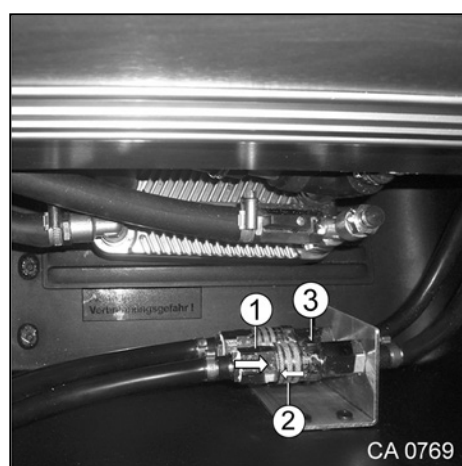

Fig. 144 Raccords du tapis chauffant du plancher en cabine
1. Tirer la bague (Fig. 144/2) en arrière tout en poussant le tuyau flexible (Fig. 144/1) fermement dans le raccord (Fig. 144/3).
2. Lâcher la bague (Fig. 144/2).
1. Pousser le flexible (Fig. 144/1) contre le raccord (Fig. 144/3) tout en tirant la bague (Fig. 144/2) en arrière.
2. Tirer le flexible (Fig. 144/1) hors du raccord (Fig. 144/3).